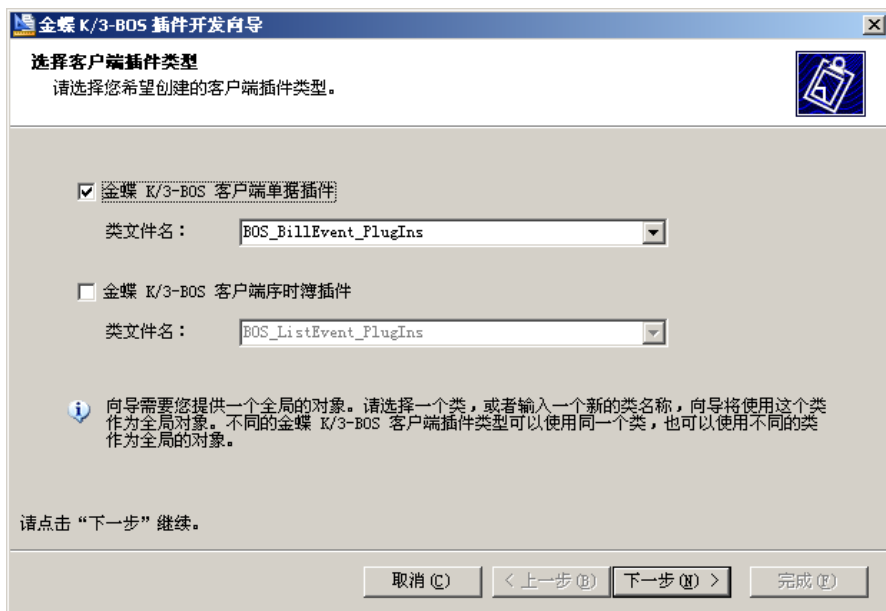

图 11-13
5. 选择客户端插件点击下一步后，将会提示选择客户端插件类型，客户端插件类型包括客户端单据插件和客户端序时簿插件，类文件名指的是即将生成的类模块的名称，如果需要修改类模块的名称则直接修改即可。如图 11-13 所示